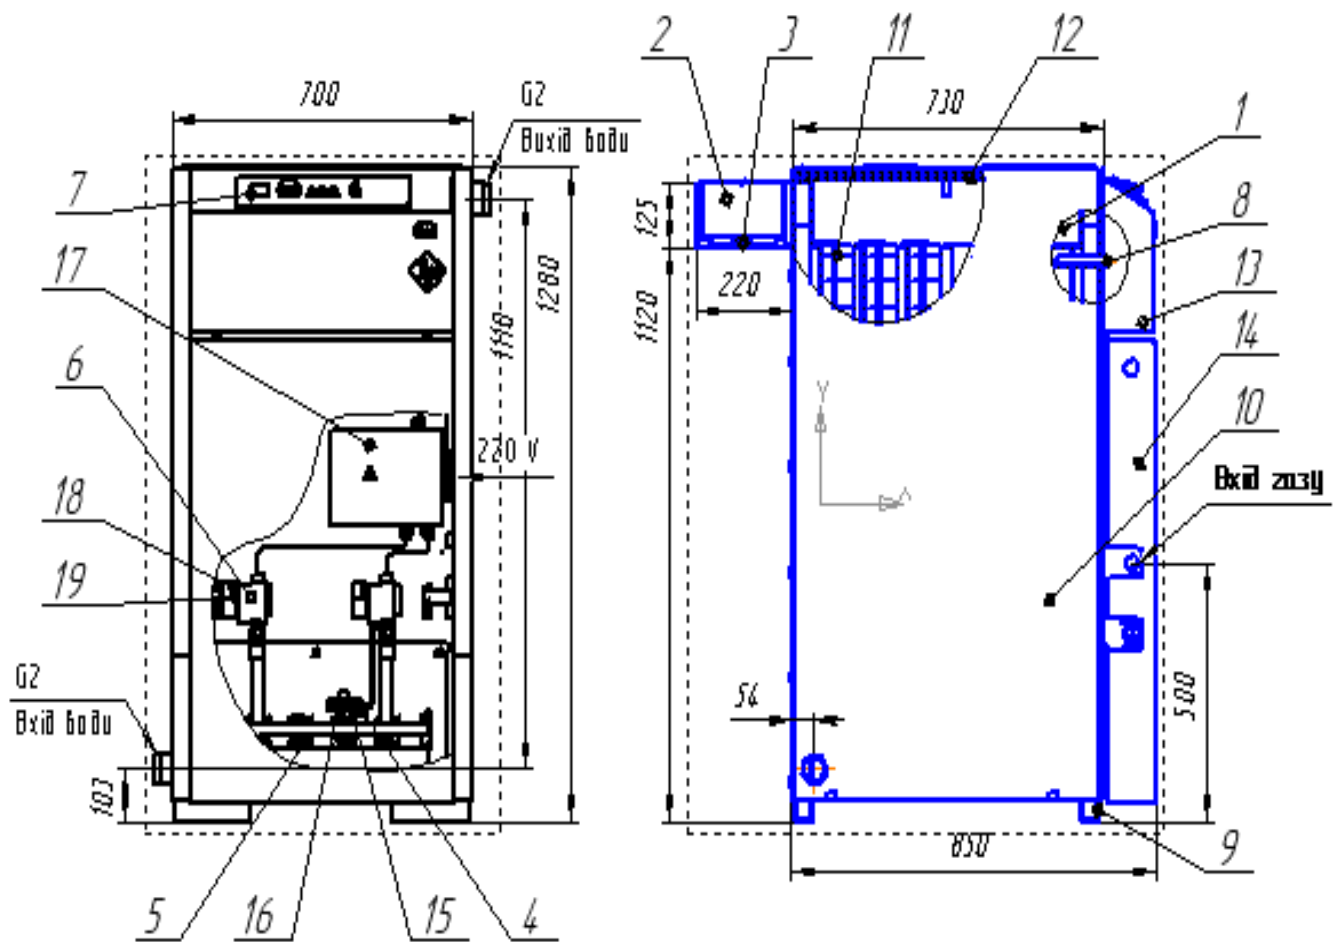

Рисунок 1. Котел опалювальний
- зняти навісний кожух апарата. 14 (рис. 1);